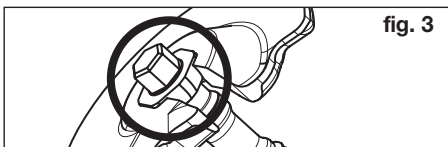

fig. 3
- De zeskantkap van de spindel ① van boven in de uitsparing van de bovenste spanplaat laten zakken **Fig. 3**.